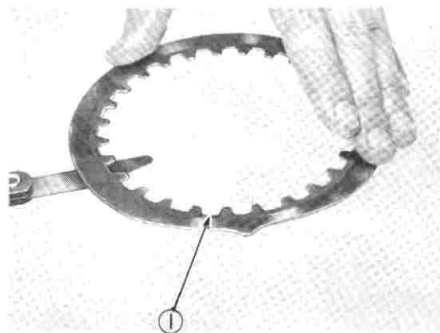

Fig. 3-4-23
3. Check each clutch plate for signs of heat damage and warpage. Place on surface plate (Plate glass is acceptable) and use feeler gauge as photo. If warpage exceeds tolerance, replace. (Fig. 3-4-23)
3. Vérifiez si chaque disque intérieur ne présente pas de signes de gauchissement et de dommages dus à la chaleur. Posez-le sur une surface plane (Un verre plan est acceptable) et utilisez un calibre à lames comme sur la photo. Si le gauchissement excède la tolérance, remplacez-le. (Fig. 3-4-23)